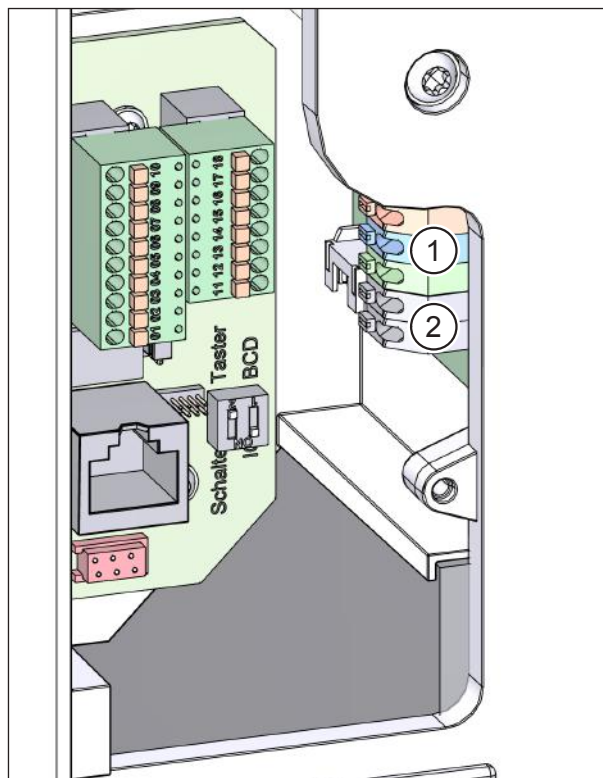

Рис. 41: подключить опцию M-WRG-II O/EGG-AUS
- ▶ При необходимости, подключите кабель линии управления для ввода сообщений об ошибках (поз. 1 на рис. 41) и/или ввода команды „Установка ВЫКЛ“ (поз. 2 на рис. 41) на плате подключений в вентиляционной установке (см. монтажную схему и описание в разделе 10.9.3 на стр. 30).